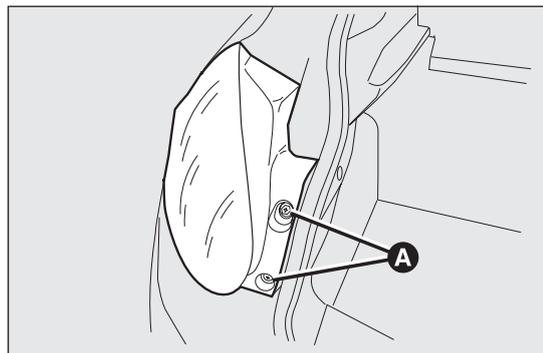

fig. 165
- abrir el maletero y aflojar los dos tornillos A fig. 165 de fijación del grupo óptico trasero;